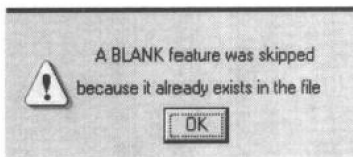
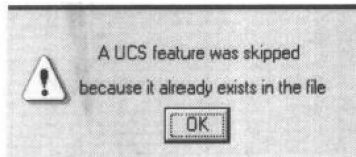

图 1-16
图 1-17
- (7) 选取前面保存的模板文件 Tutorial 2.etp 并确定。
- (8) 屏幕上会出现如图 1-16 所示的提示, 确定之后又出现如图 1-17 所示的提示。